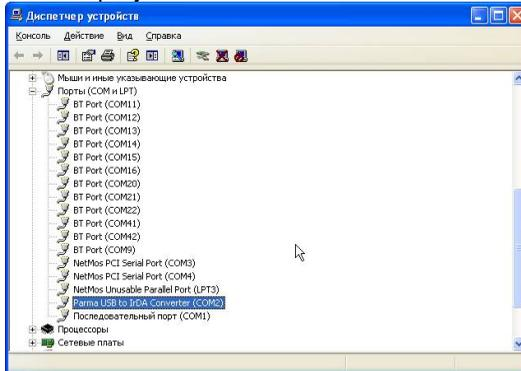

Рисунок 11
6.3.14 Открыть в «Панели управления», «Диспетчер устройств» выбрать закладку «Порты (COM и LPT)» (рисунок 11), выбрать устройство «Parma USB to IrDA Converter (COM18)», правой кнопкой мыши выбрать пункт «Свойства», как показано на рисунке 12.